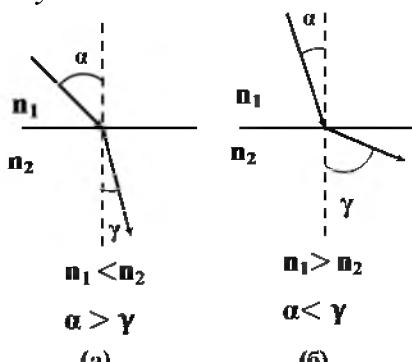

Рисунок 2
Преломление - это явление, когда свет из одной среды переходит в другую (рисунок 2).
1). $n_1 < n_2$ (см. рисунок 2 (а)), т.е. свет переходит из оптически менее плотной среды в оптически более плотную среду, например, из воздуха в стекло. При этом угол падения света α больше угла преломления γ .
2). $n_1 > n_2$ (см. рисунок 2 (б)), т.е. свет переходит из оптически более плотной среды в оптически менее плотную среду, например, из стекла в воздух. При этом угол падения света α меньше угла преломления γ .